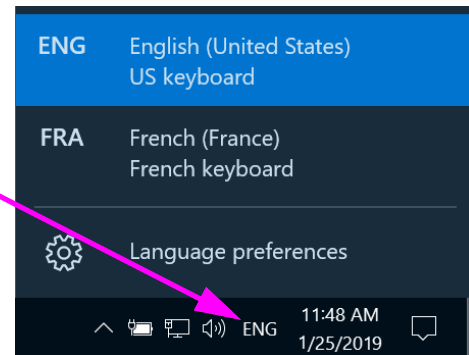

Figura C-21. Meniul vertical Limbă - Ecranul Bun venit (Windows 10)
2. Faceți clic pe pictograma cu trei litere și apare un meniu similar cu cel prezentat în partea de sus în Figura C-21.